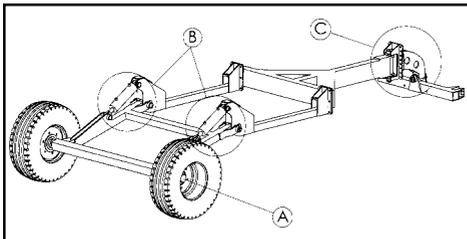

fig. 24
Sur les machines tra n es, les moyeux des roues (A) et toutes les articulations du syst me de trainage (B-C) (fig. 24)